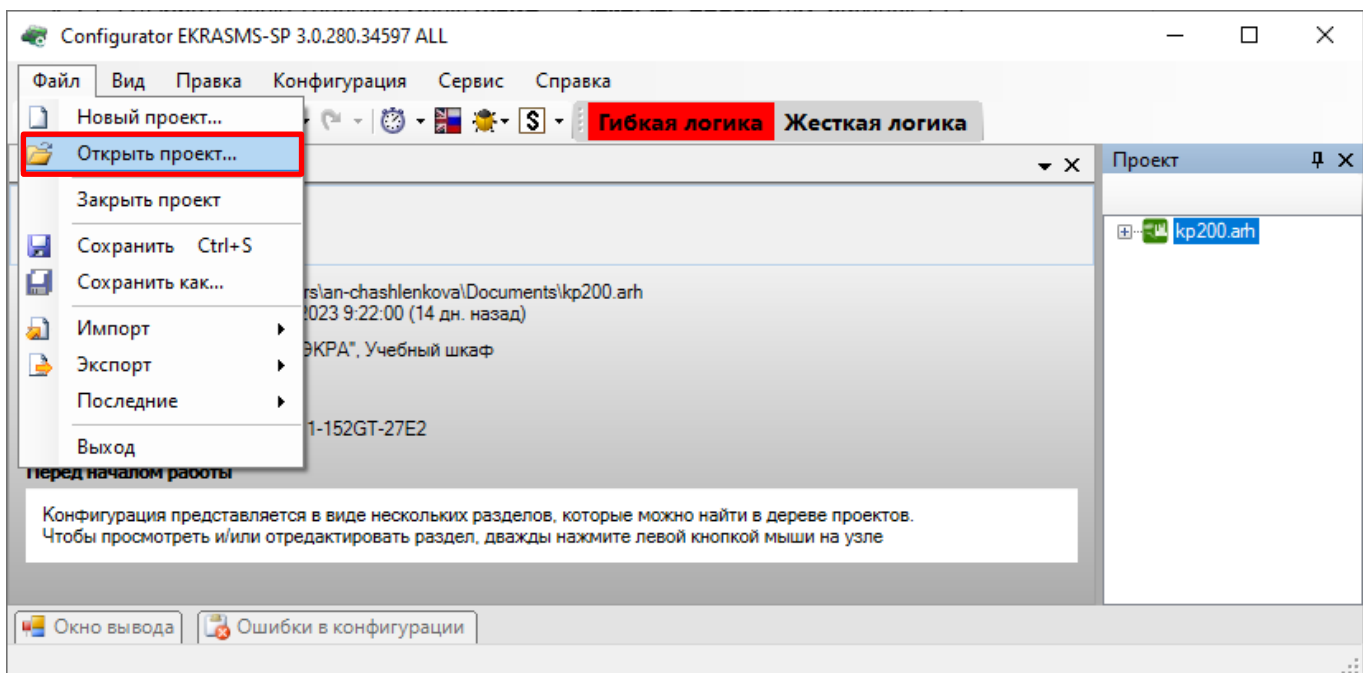

Рисунок 4.12
4.2.1.1 Запустить программу Конфигуратор, выбрать пункт главного меню **Файл** → **Открыть проект** (см. рисунок 4.12).